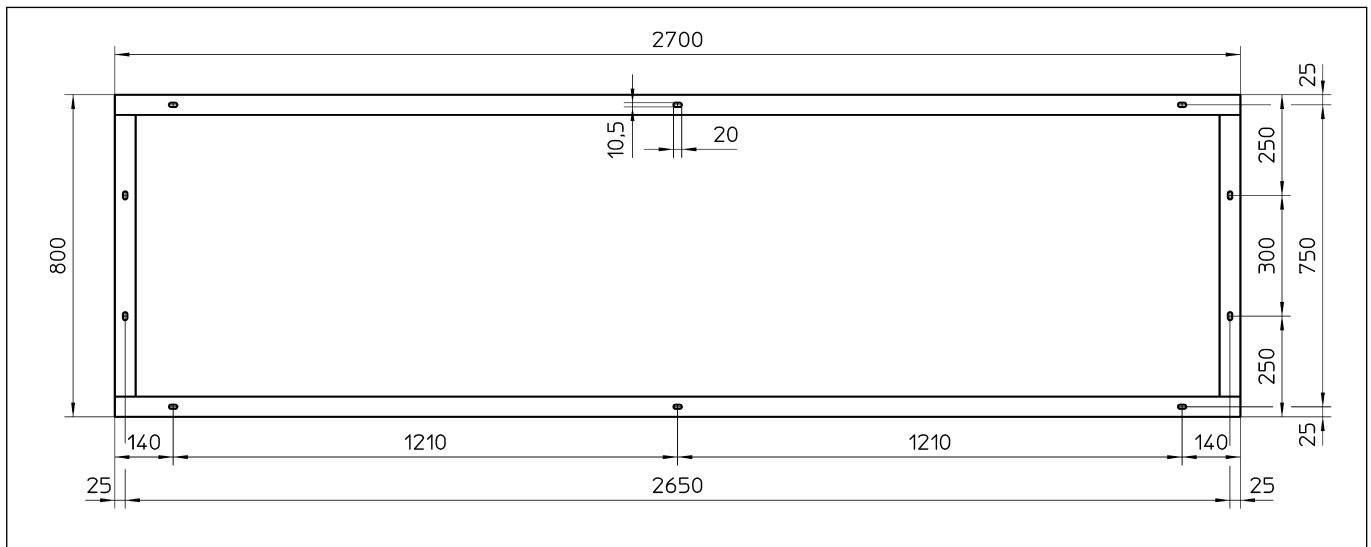

Abb. 2: KLIMANAUT 15 Grundrahmen
- Wird die Verschraubung des Geräts durch den Grundrahmen vorgenommen, beachten Sie die Abmessungen in Abb. 2.